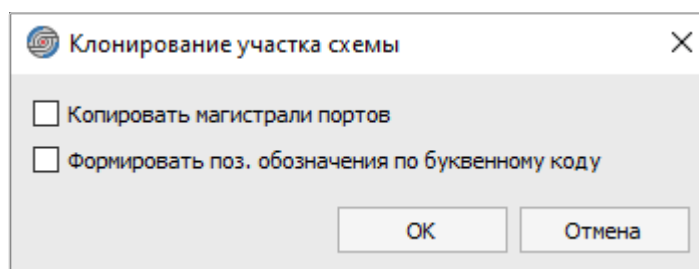

Рисунок 225. Диалоговое окно «Клонирование участка схемы»
- «Клонировать участок схемы» — открывает диалоговое окно «Клонирование участка схемы» для клонирования элементов, размещенных на схеме (см. рисунок 225);